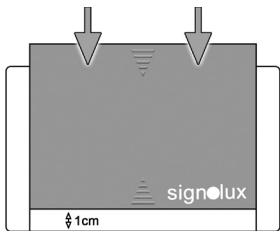

Figure 5
- Remplacez le cache en plastique : placez le cache à 1 cm du bord inférieur du boîtier. (fig. 5)